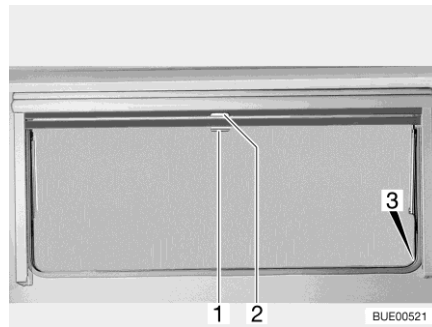

Fig. 97 Ventana abatible
- Tirar del tirador (Fig. 97,2) de la persiana oscurecedora enrollable hacia abajo. Cuando la persiana oscurecedora enrollable se cierre por completo, encajarla en el bloqueo (Fig. 97,3) a ambos lados del marco de la ventana.
- Cuando la persiana oscurecedora enrollable está completamente cerrada: Presionar el tirador (Fig. 97,2) hacia abajo y tirarlo ligeramente hacia dentro. Desenganchar la persiana oscurecedora enrollable de los bloqueos a izquierda y derecha del marco de la ventana.
- Cuando la persiana oscurecedora enrollable se encuentre en una posición intermedia: Tirar ligeramente del tirador (Fig. 97,2) hacia abajo, hasta que se hay soltado el bloqueo.
- Tirar la mosquitera enrollable hacia abajo por el tirador (Fig. 97,1) y engancharla en el bloqueo (Fig. 97,3) a ambos lados del marco de la ventana.
- Presionar el tirador (Fig. 97,1) hacia abajo y tirarlo ligeramente hacia dentro. Desenganchar la mosquitera enrollable de los bloqueos a izquierda y derecha del marco de la ventana.